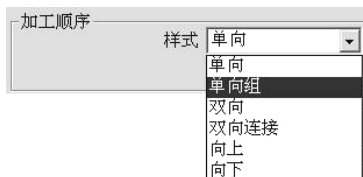

图 4-72 “加工顺序”选项栏
(4) 加工顺序 “加工顺序”选项栏如图 4-72 所示,用于定义零件各部位的加工顺序。